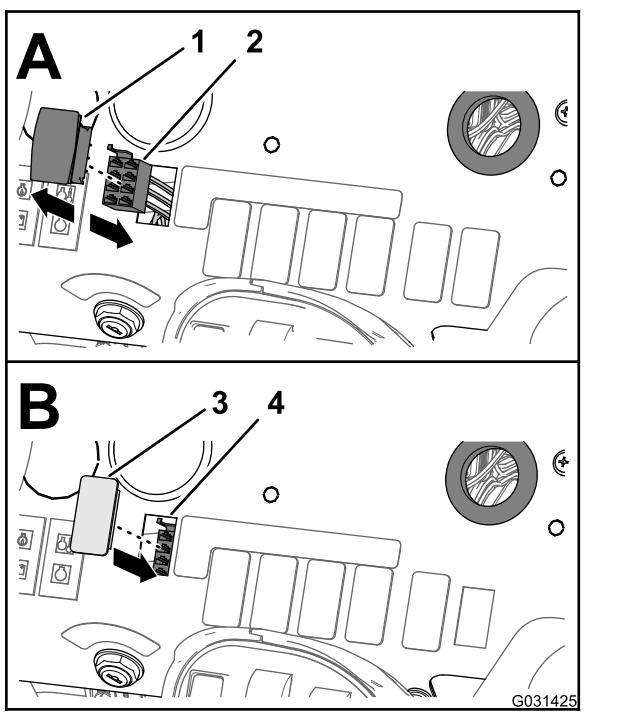

図 30
1. 機体のダッシュパネルの下で、散布レートスイッチをロックしているタブをつまんで、スイッチをダッシュパネルから押し出す図 30。
2. 機体の前ハーネスの8ソケットコネクタ **Rate Switch** というラベルがついているを、スイッチの8ピンコネクタから外す図 30。
4. ダッシュパネルの穴レートスイッチを外したところに、スイッチプラグを合わせる図 30。
5. ダッシュパネルにスイッチプラグを押し込む。プラグがパチンと音を立ててはまるまで押し込む図 30。